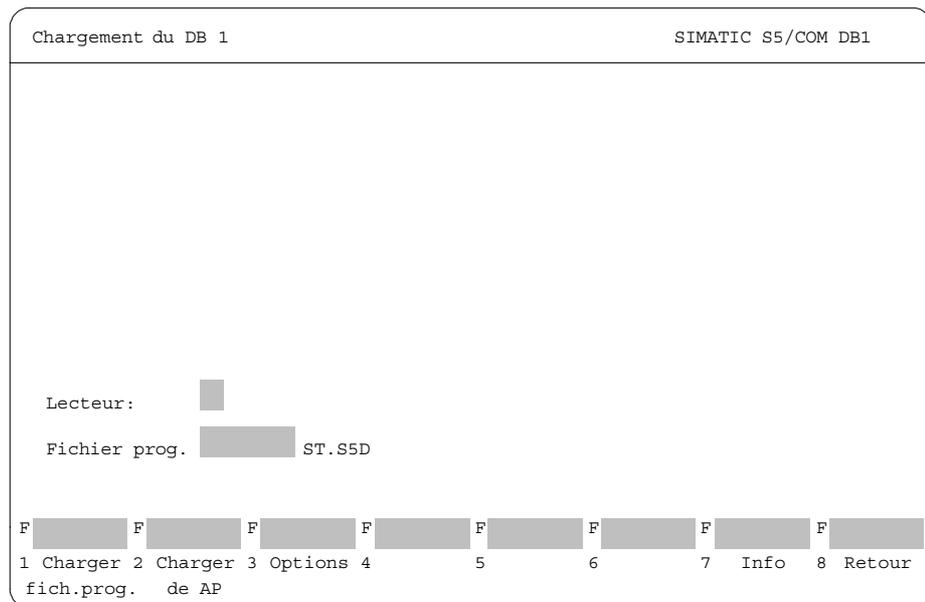

Figure 23-11 Masque *Chargement du DB1* de COM DB1, sélection de la fonction *Charger de AP*
1. Appuyez sur **F2** (*Charger DB1*) dans le masque *Vue d'ensemble* (figure 23-11). Le masque *Chargement du DB1* s'affiche à l'écran.
2. Appuyez sur la touche **F2** (*Charger de AP*). Une fois le chargement terminé, les valeurs des paramètres du DB1 se trouvant dans l'automate s'affichent dans le tableau du masque *Vue d'ensemble*. Comme vous n'avez pas encore paramétré le DB1 de l'automate, les valeurs affichées sont celles du DB1 par défaut (voir figure 23-11).